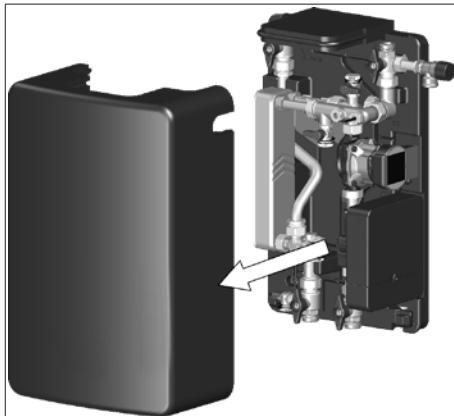

Fig. 1: Retrait de la coquille supérieure
16. Faire passer le régulateur de la position de montage à la position de fonctionnement (voir Fig. 1 en page 24).